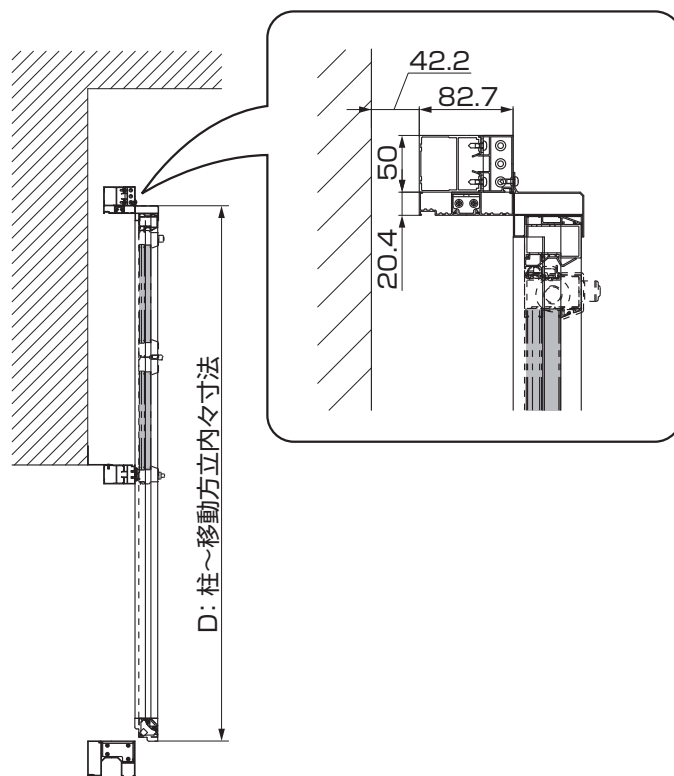

図3-2 パネルを開けた場合
(2) + (2) 落し棒付	792	1659.5
(3) + (3) 落し棒付	670	1415.5
- ①「自然浴家族ジマー移動方立－(E263)」と図3-2、表3-1を参照して移動方立を取付けてください。